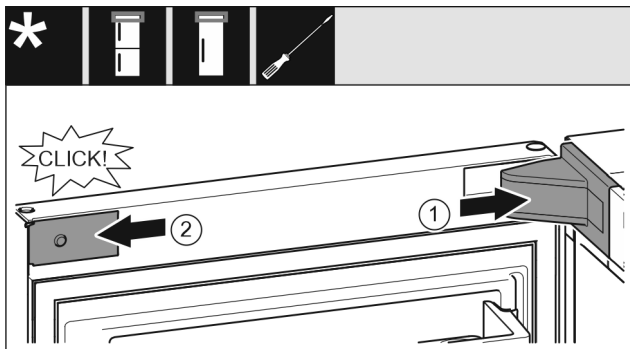

Fig. 25
▶ 放上并插入托架盖 Fig. 25 (1), 如有必要小心地按压分开。
▶ 将隔板 Fig. 25 (2)放置到侧面并插入。